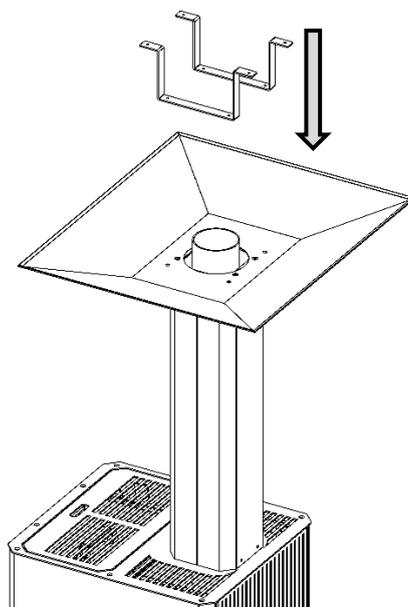

Fig. 05
6. Appoggiare i 2 supporti ed avvitarli con le 4 viti in dotazione (Fig.05)